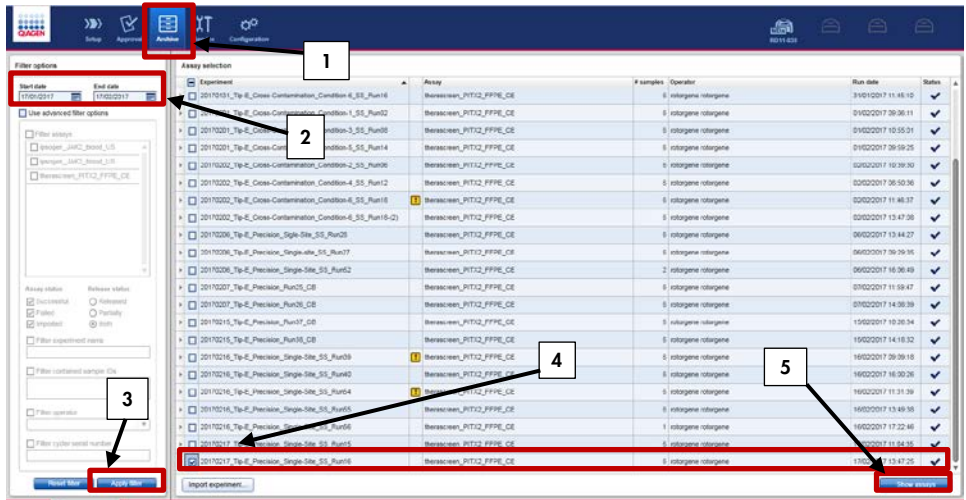

Figura 14. Esportare i dati dell'analisi.
6. Passare alla scheda "Archive" (Archivio) per esportare il file in formato .rex. Verificare che i campi "Start date" (Data di inizio) e "End date" (Data di fine) siano corretti, quindi fare clic su "Apply filter" (Applica filtro). Selezionare l'esperimento da esportare e quindi fare clic su "Show assays" (Mostra dosaggi) (Figura 14).